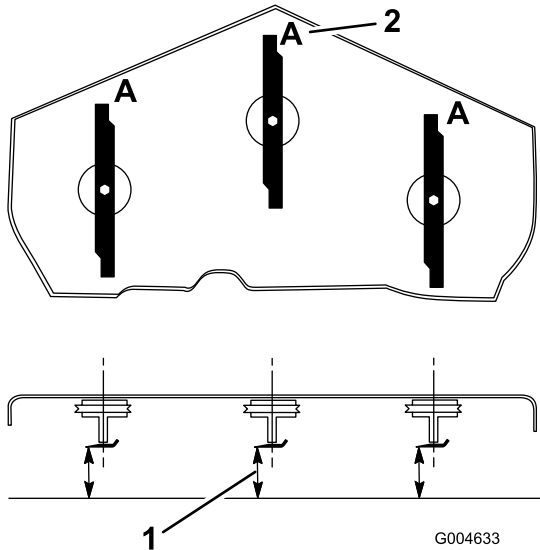

Figure 72
- Tournez les lames dans le sens longitudinal (Figure 72). Mesurez la distance entre la surface plane et le tranchant (position A) des lames (Figure 72). Notez cette valeur.